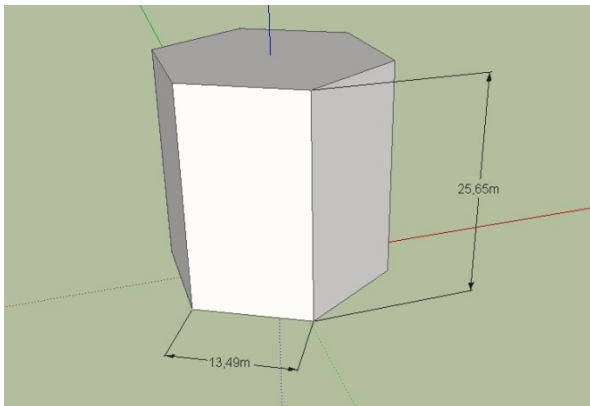

Рисунок 4.6
5. Перемістимо курсор по площині (у плані осей), в якій хочемо бачити розмір (рис. 4.6).